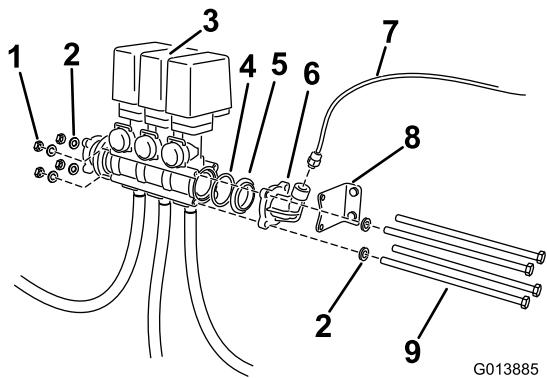

Figura 5
2. Retire los pernos largos y las fijaciones que sujetan el conjunto de las válvulas (Figura 5).
4. Retire el acoplamiento acodado y el adaptador (Figura 5).